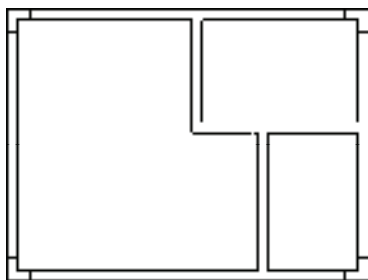

图 4-11 创建结果
5) 重复上述操作, 绘制角柱图形, 结果如图 4-11 所示。